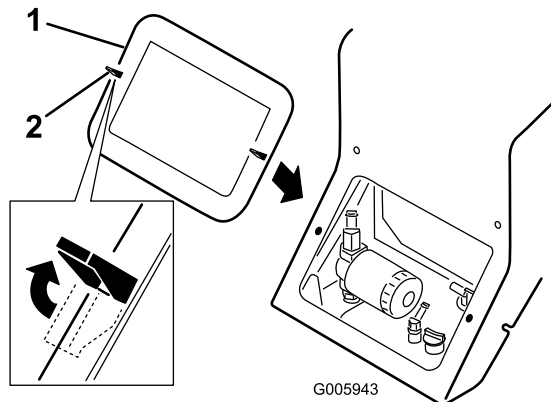

図 22
4. ロッキングタブ2枚 図 22 を外す 図 は上タブと左タブ